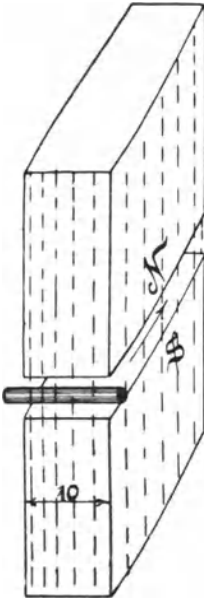

Fig. 53.
170. Welche elektromotorische Kraft entsteht in einem 10 [15] (20) cm langen Stabe, der sich mit 8 [10] (20) m Geschwindigkeit in einem konstanten magnetischen Felde von der Dichte 5000 [7000] (8000) bewegt (Fig. 53)?